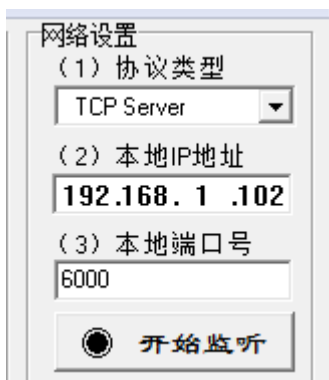

图 1-16 USR -TCP-Test 软件参数设置
- (1) 保证接好网线，在电脑端打开“USR-TCP232-Test”软件，在软件的右侧选择协议类型为“TCP Server”，把软件上的“本地 IP 地址”设置为开发板上显示的服务器 IP 地址，本例为 192.168.1.102。设置“本地端口号”为开发板上显示的端口号，本例里为 6000，然后点击“开始监听”按钮，见图 1-16 图 1-16。